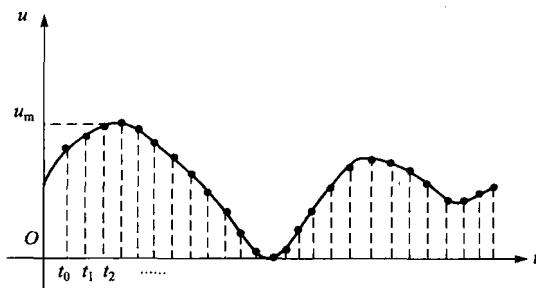

图 0.5 图像采样过程
a. 声图记录的过程。设图像信息如图 0.5 所示，先对图像信号进行采样，若采样频率 $f = 44.1 \text{ kHz}$ ，通过采样，就得到了一系列的像素点。又设图像信号的最大值为 U_m ，并用一组 8 位二进制数 11111111 表示；最小值 0 V 用 00000000 表示，因图像信号的任意一个像素点都介于 0 ~ U_m 之间，故任意一个像素点都可以用介于 00000000 ~ 11111111 之间的一组 8 位二进制代码表示，这一由模拟量转化为数字量的过程叫模/数（A/D）转换。